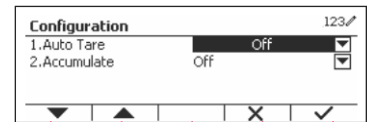

Figure 72
- Sélectionnez l'élément de la liste et appuyez le bouton multifonction correspondant à l'icône  pour modifier les paramètres. (Voir Figure 72)
- Accédez dans ce sous-menu en appuyant sur le bouton correspondant à l'icône ✓. (Voir Figure 72)